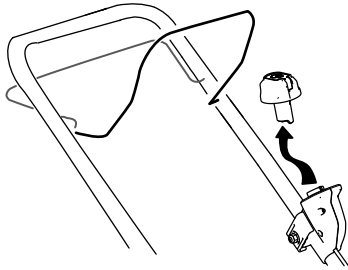

Figura 16
1. Remova o botão de arranque elétrico (Figura 16).